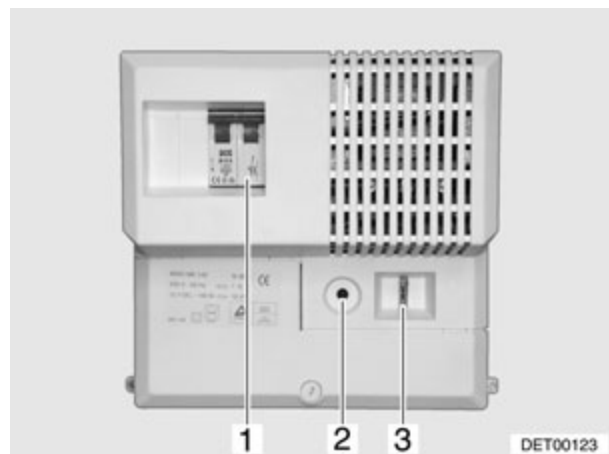
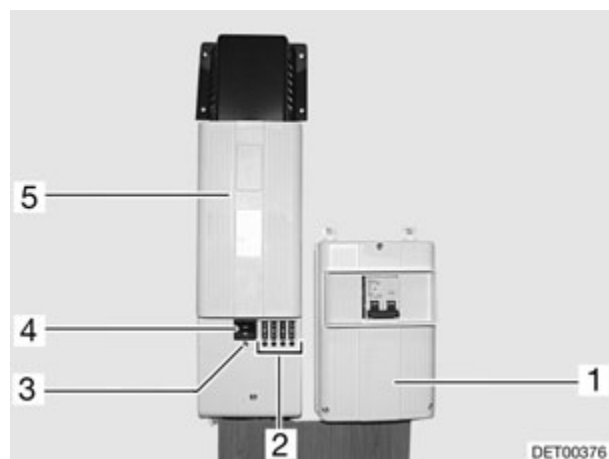

Fig. 79 Fuente de alimentación (variante 1)
Fig. 80 Fuente de alimentación (variante 2)
El fusible automático está o integrado en la fuente de alimentación (Fig. 79) o montado por separado junto a la fuente de alimentación (Fig. 80).
En la fuente de alimentación están integrados el fusible automático de 230 V (Fig. 79,1), la protección contra sobrecargas (Fig. 79,2) y el fusible principal (Fig. 79,3).
- Pulsar el botón de mando de la protección contra sobrecargas (Fig. 79,2) (posición "On").
La fuente de alimentación (Fig. 80,5) está montada junto al fusible automático de 230 V (Fig. 80,1).
En la fuente de alimentación están integrados un interruptor principal (Fig. 80,4), varios fusibles (Fig. 80,2) y una protección contra sobrecargas. Un fusible defectuoso o un cortocircuito en el circuito eléctrico se indican por medio de un diodo que se ilumina de color rojo debajo del fusible.
- Presionar la parte inferior del interruptor principal (Fig. 80,4): posición "ON". El diodo verde (Fig. 80,3) se ilumina si hay contacto con una tensión de 230 V.
- Presionar primero la parte superior del interruptor principal (Fig. 80,4): posición "OFF".